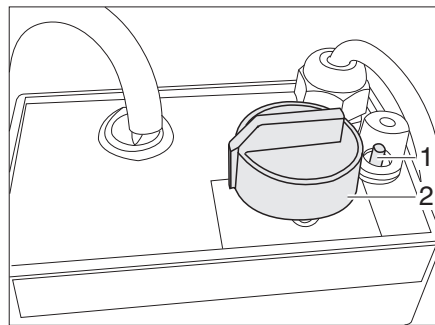

Bild 112 Regler für elektrische Fußbodenerwärmung
- Den Drehregler (Bild 112,2) auf die gewünschte Heizstufe drehen.
- Den Drehregler (Bild 112,2) auf Stellung "0" drehen.
Wenn der Regler überlastet wird, spricht der Überlastungsschutz an. Der Stift (Bild 112,1) springt heraus.
- Den Stift (Bild 112,1) am Überlastungsschutz eindrücken, wenn der Regler abgekühlt ist.